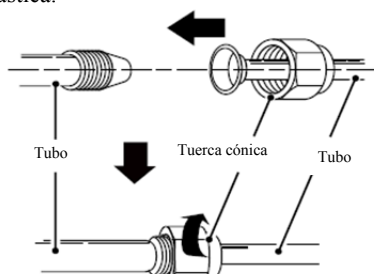

Fig. 5
3. Luego, ajuste el tornillo mediante el torquímetro con traqueteo (como se muestra en la Fig. 5).